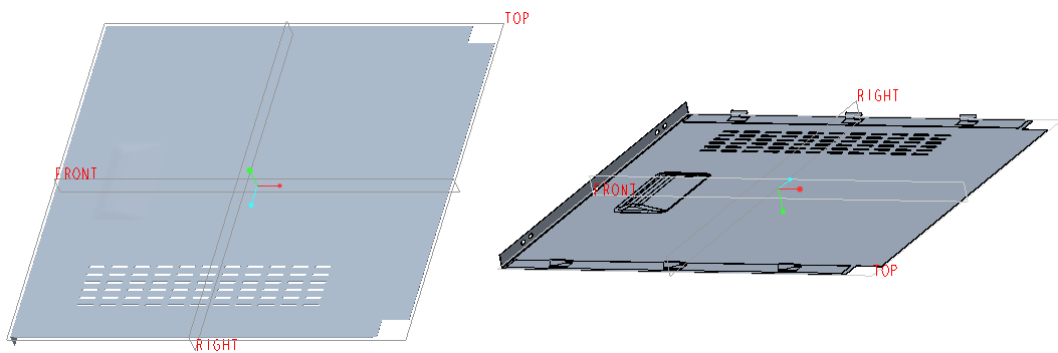

图 6-42 折弯回去效果
(1) 在功能区“模型”选项卡的“折弯”组中单击  (折回) 按钮, 打开“折回”选项卡。
(2) 默认选中  (自动全选) 按钮以自动选择所有展平几何进行折回, 接受默认的固定几何参考, 单击  (完成) 按钮, 得到的折弯回去效果如图 6-42 所示 (正反两面)。